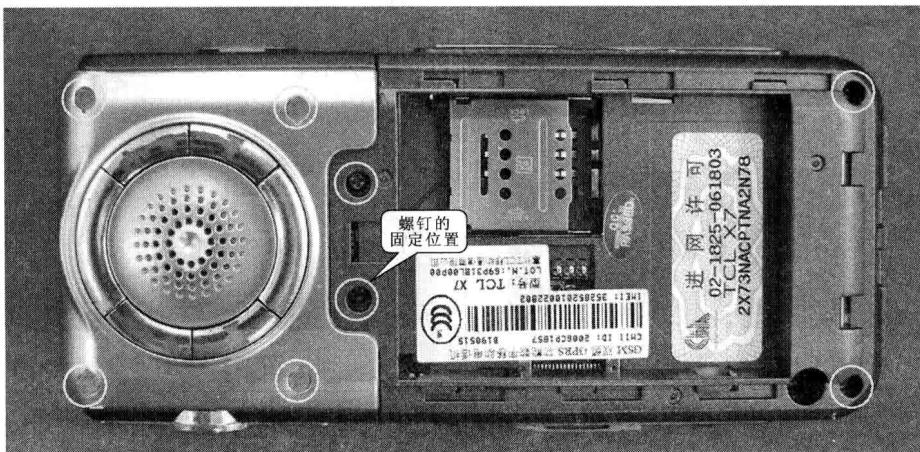

图 1-7 拆卸步骤⑦
步骤⑦ 该手机的外壳用 8 颗螺钉固定，其中 4 颗位于后盖下面，另外 4 颗位于手机外壳上并用塑料胶塞盖住，如图 1-7 所示。